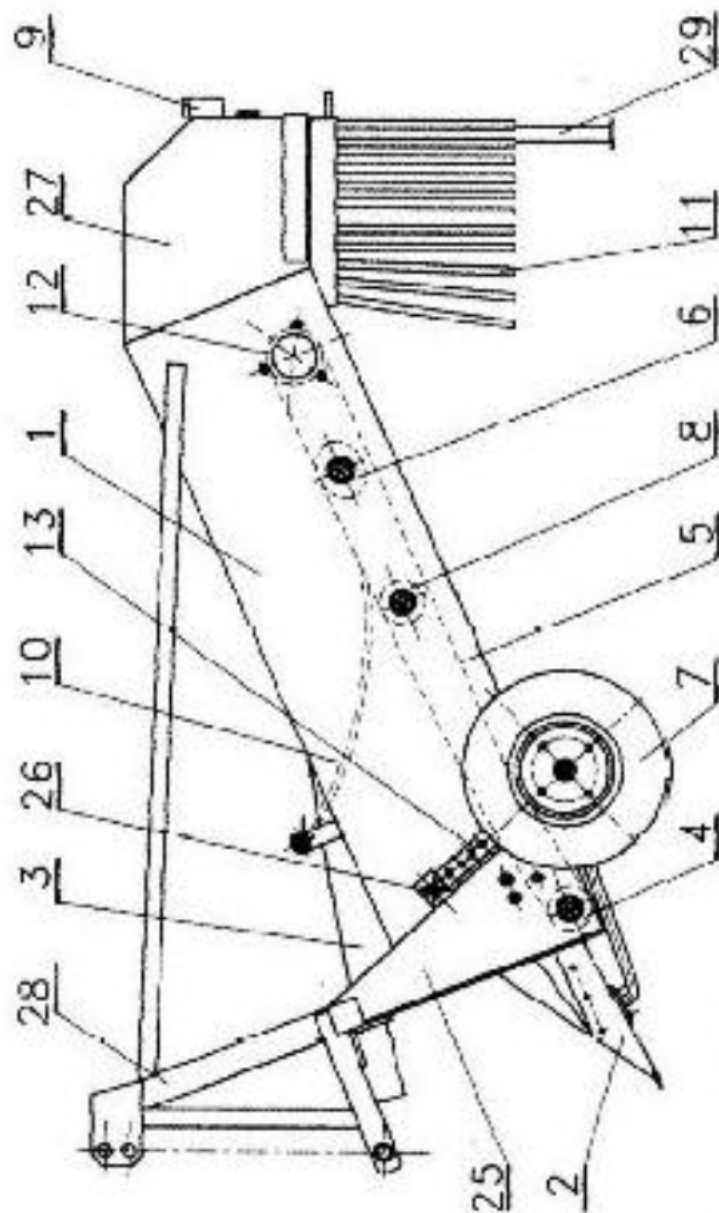

Рис. 2. Копатель картофеля
Несущей конструкцией машины является рама 1 (рис. 2), состоящая из двух боковых стенок (27) и навесного устройства (28), приваренных друг к другу, и раскосов, обеспечивающих необходимую жесткость.